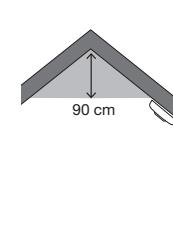

FIGUR 2. Bolig med flere etasjer
**Bolig med flere etasjer:** For å få et minimumsnivå av beskyttelse plasseres én alarm i trappehuset (inngangsnivå) og ytterligere én alarm over trappeavgangen i øverste etasje, samt én alarm i taket i kjelleren ved foten av trappen. Dette dekker kjelleren, men ikke krypkjeller og uinnsynede loftsrrom. Se eksempel i figur 2.